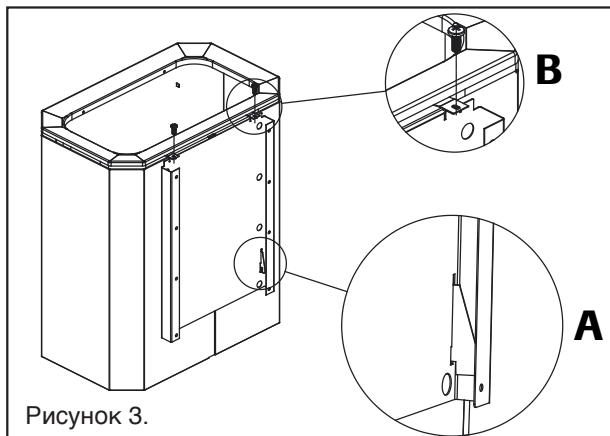

Рисунок 3.
- Вставьте крепежные проушины на задней части каменки в крепежные пазы настенного крепежного листа (рисунок 3А).
- Зафиксируйте крепление каменки по верхней кромке с помощью крепежных винтов 2 шт (рисунок 3В). В результате этого емкость для камней фиксируется к кожуху каменки, и к крепежному листу.